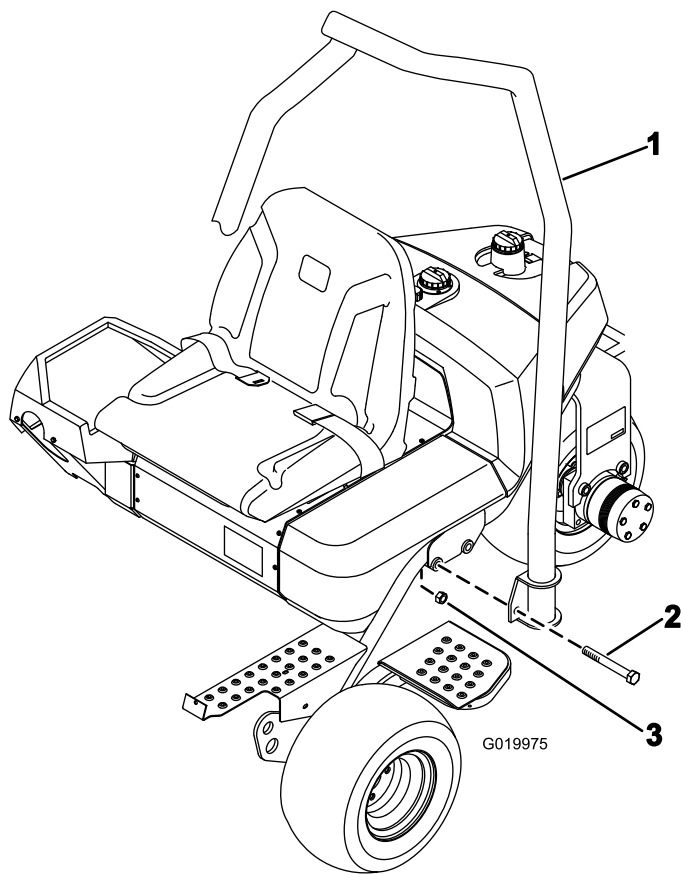

Bild 7
1. Positionieren Sie den Überrollschutz so, dass das Rohr oben zur Vorderseite der Maschine gekrümmt ist (Bild 7).
2. Senken Sie den Überrollschutz auf den Rahmen und fluchten ihn mit den Befestigungslöchern aus (Bild 7).
3. Befestigen Sie jede Seite des Überrollschutzes mit zwei Schrauben (5/8" x 4-1/2") und Sicherungsmuttern am Rahmen, wie in Bild 7 dargestellt. Ziehen Sie sie auf 183-223 Nm an.